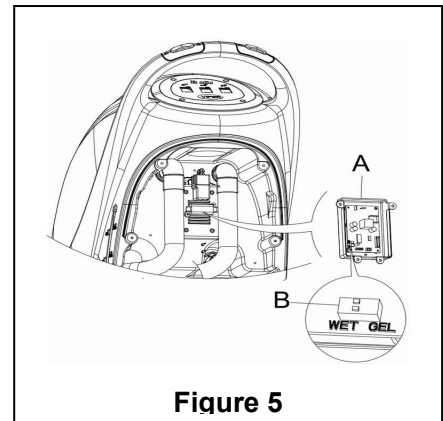

Figure 5
2. Retirez le tuyau de vidange (15)
4. Retirez le couvercle de commande (5) et les vis du couvercle de la batterie (10). Retirez les vis du support de la carte à circuits imprimés. Le commutateur DIP (B) permettant de définir le modèle de batterie est visible en retournant la carte à circuits imprimés. (Voir Figure 5)
5. Réglez le commutateur micro DIP (B) sur la position « WET »,